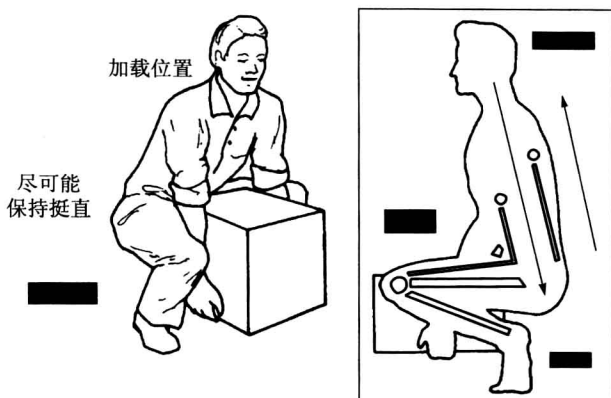

图 1-2 尽可能将背和肘关节挺直
- (1) 搬运物件之前,必须确保有足够的空间安放零部件和工具。
- (2) 搬运之前,把脚尽量靠近物件,找一个能够站得稳的地方。
- (3) 尽可能将背和肘关节挺直。弯曲膝关节,直到你的手能够使出最大的力气,如图 1-2 所示。